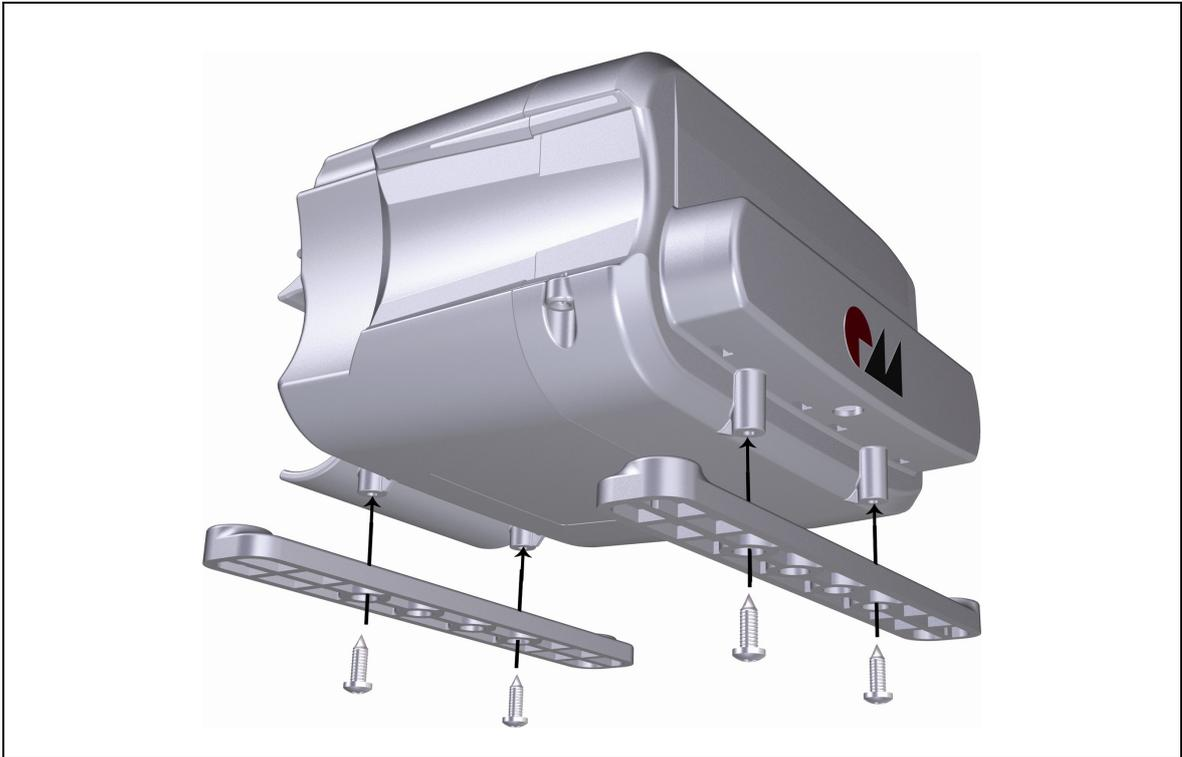

Abbildung 12 Montage des Adapters an die Steuerung MC11
- 1 Montieren Sie den optionalen Adapter mit vier Schrauben (nach DIN 7981 mit \varnothing 3,9 mm und 13 mm Länge) an die Steuerung, wie in Abbildung 12 dargestellt.